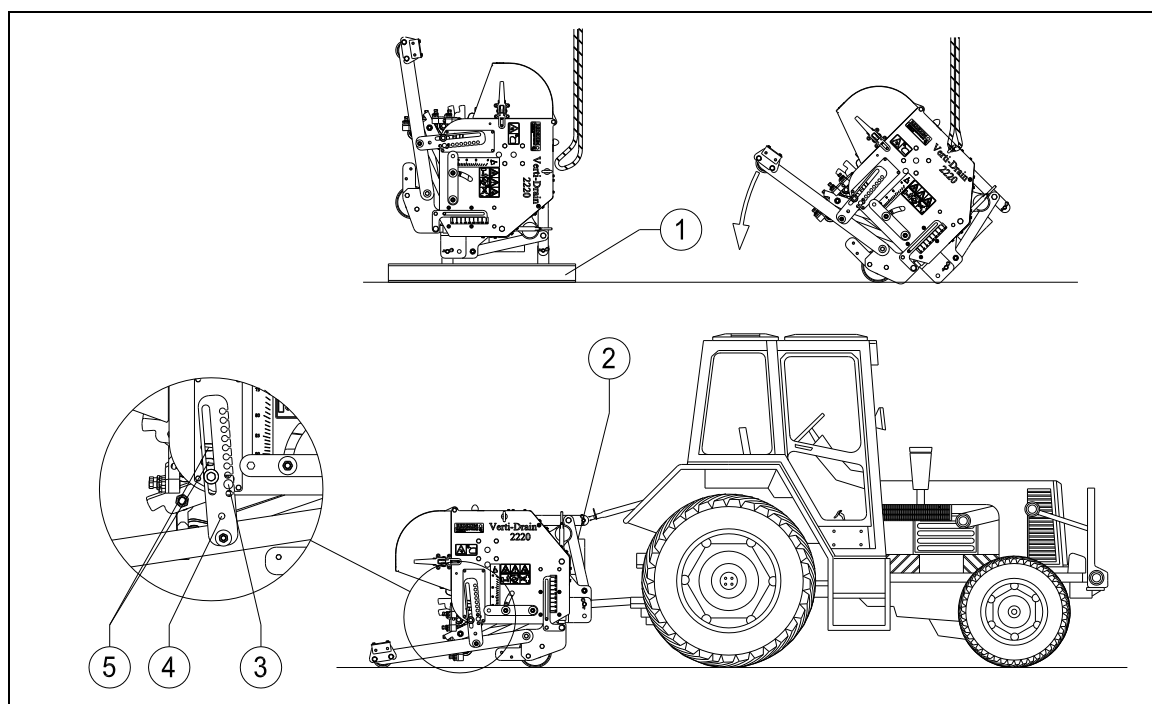

Abb. 8
Die Maschine steht horizontal auf der Palette. Zur Entfernung der Palette und um die Maschine horizontal auf den Boden zu stellen, gehen Sie wie folgt vor (siehe Abb.8):
-  Zur Vermeidung eines zu großen Durchhängens der Hinterrolle bei oberflächlichem Einstechen kann die Hinterrolle eher blockiert werden. Hierzu stecken Sie den Sicherheitsstift 3 (Abb. 8) in eines der Löcher 5.
- ⚠ **Wenn die Verti-Drain® nicht korrekt hinter den Traktor montiert wurde, siehe Abb. 8, können verschiedene Zapfwellenwinkel Schwingungen im Treibseil der Maschine verursachen. Diese Schwingungen können die Maschine und die Löcher im Boden beschädigen.**